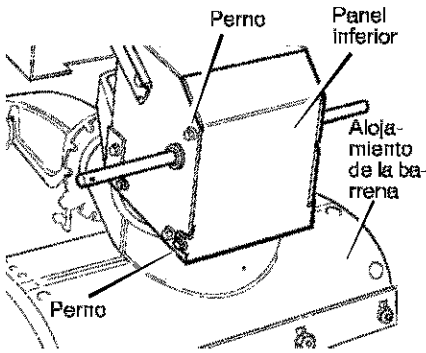

Figura 95
- Afije los **pernos** a cada lado del **panel inferior** (Figura 95).
- Instale el **panel inferior** (Figura 95).
13. Instale el **panel inferior** (Figura 95).